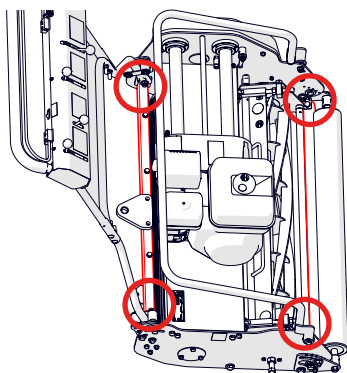

Fig.25. Pontos de ancoragem para transporte.
- Prenda a máquina ao chão/paleta utilizando cintas de fixação com classificação adequada. Prenda a máquina perto das barras de pressão dianteiras e traseiras (realçadas a vermelho na Fig. 25).